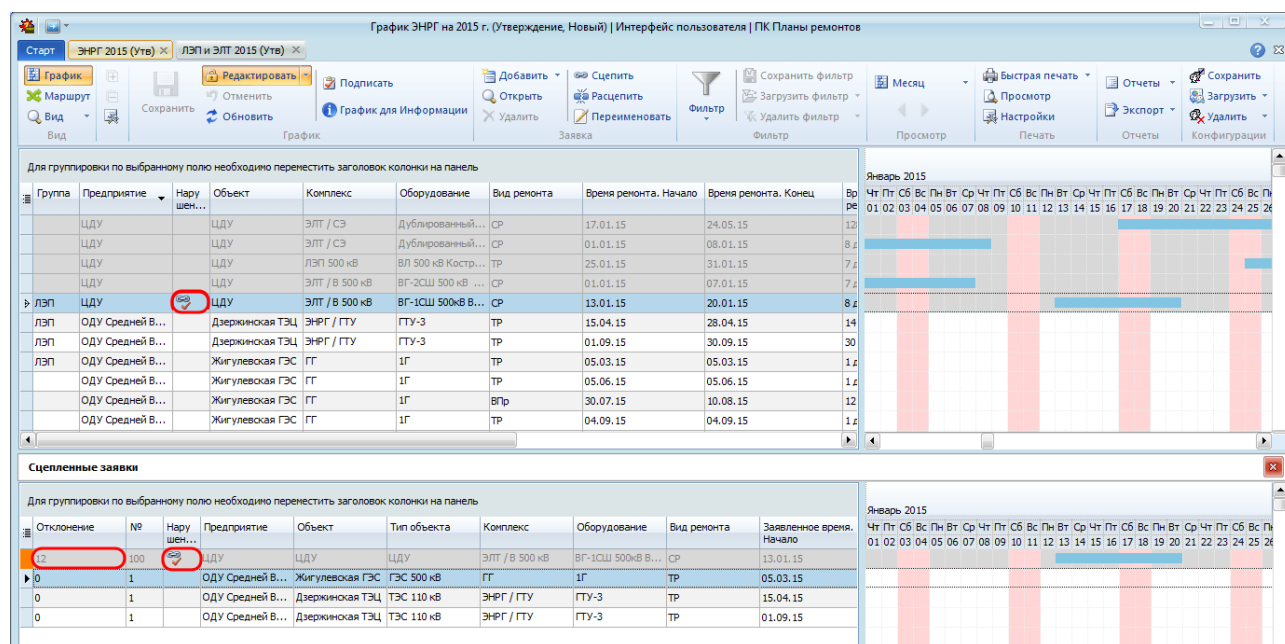

Рисунок 10.131 – Отображение нарушений сцепленных заявок
параллельного просмотра отображается число дней временного сдвига между ремонтами (Рисунок 10.131).
- при включенном режиме «Сцепленные заявки» для заявок группы, для которой установлено нарушение связи «Сцепленные», в основной рабочей области и в области параллельного просмотра в столбце «Нарушение сцепленности» отображается пиктограмма «», а в столбце «Отклонение» области параллельного просмотра отображается число дней временного сдвига между ремонтами (Рисунок 10.131).